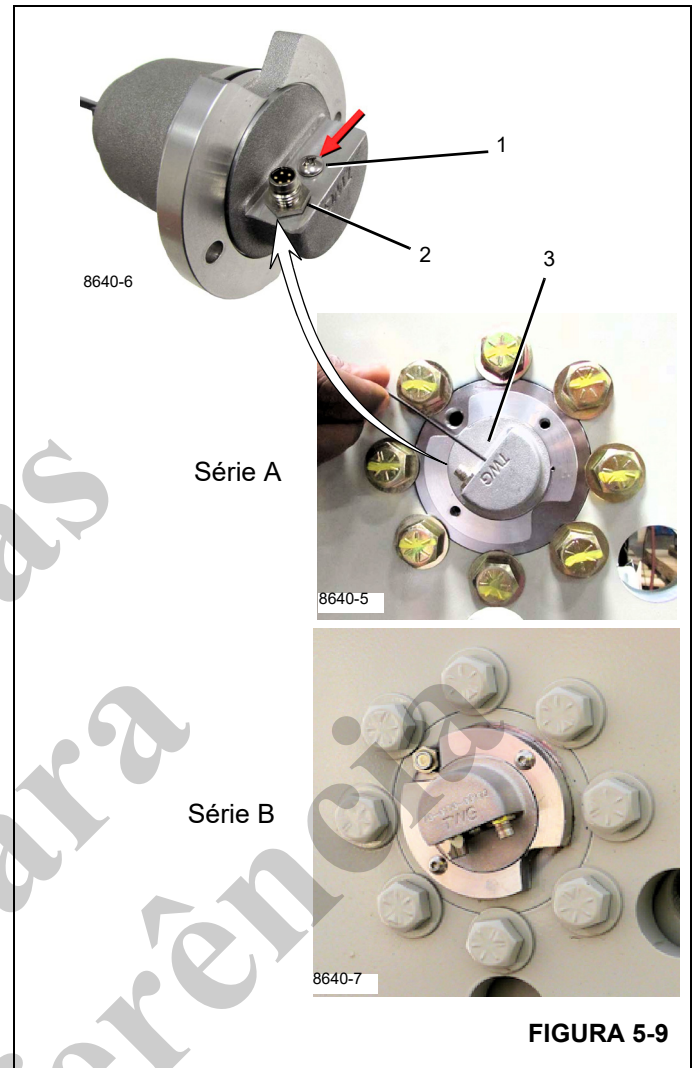

FIGURA 5-9
2. Remova a alimentação do indicador de 3ª volta desconectando o cabo do DRI (2, Figura 5-9).
3. Remova o parafuso da tampa selada do botão de programação do HMS (Sistema de monitoramento do guincho) (1, Figura 5-9) no DRI.
4. Pressione e segure suavemente o botão de programação (3, Figura 5-9) e ligue novamente a alimentação do indicador de 3ª volta reconectando o cabo do DRI.
NOTA: Manter o botão pressionado por mais de 15 segundos coloca o HMS no Modo de transporte para as unidades da Série A. (Consulte a Figura 5-9) Consulte o Modo de transporte para obter mais informações.
NOTA: Se o parafuso de programação (1, Figura 5-9) não for substituído, a operação do indicador de 3ª volta pode ser afetada.
3. Remova o parafuso da tampa do botão de programação (1, Figura 5-9).